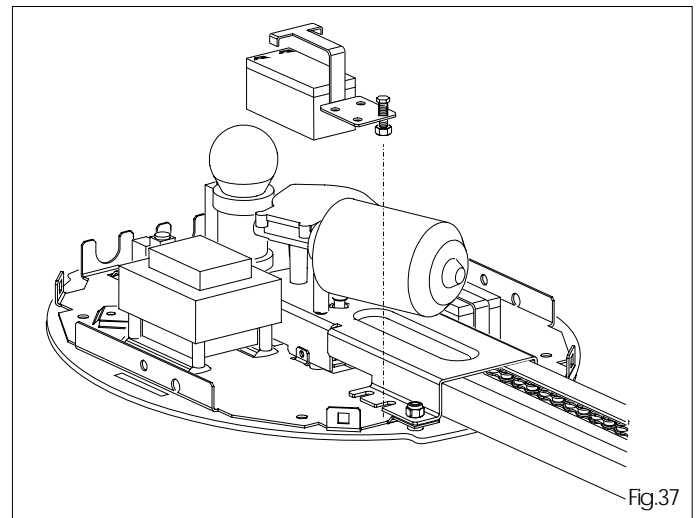

Fig.37
- Montage des batteries -tampon: les loger avec la bride appropriée sur l'opérateur et les fixer par vis et écrou dans la position illustrée par la figure 37.